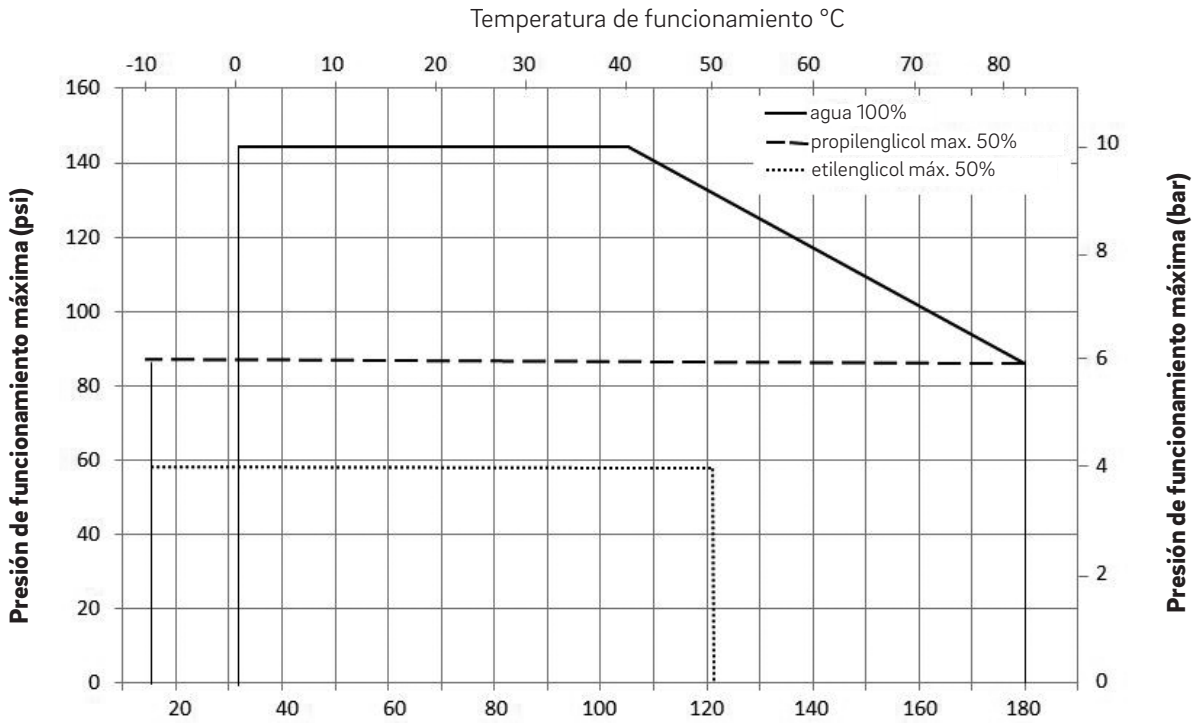

Fig. 2: Temperaturas y presiones máximas del colector para diferentes fluidos del sistema
- Presión de funcionamiento máxima permitida para el uso de un 100% de agua: 6 bar (87 psi) a 82,2°C (180°F). Ver la fig. 2.
- En caso de que sea necesario proteger el sistema contra la congelación se recomiendan el propilenglicol y los glicoles de base etileno en una concentración máxima del 50% dentro de los límites de temperatura y presión señalados en la Fig. 2. Los glicoles de base alcohol no están permitidos, porque pueden provocar fallos en el sistema.
Temperatura máxima de funcionamiento para 100% agua	82,2°C (180°F) con 6 bar (87 psi), ver la fig. 2.
Temperatura mínima de funcionamiento	14°F (-10°C) con 10 bar (145 psi), ver la fig. 2.